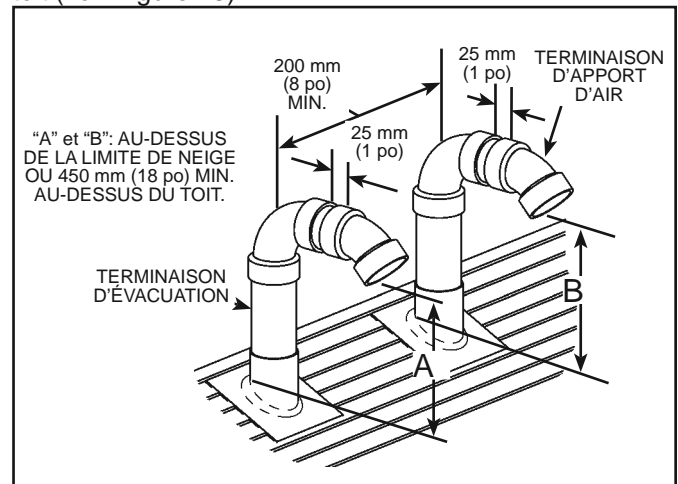

Figure 23.
**Important:** suivez les directives qui suivent pour l'installation des terminaisons de ventilation à travers le toit (voir Figure 23).